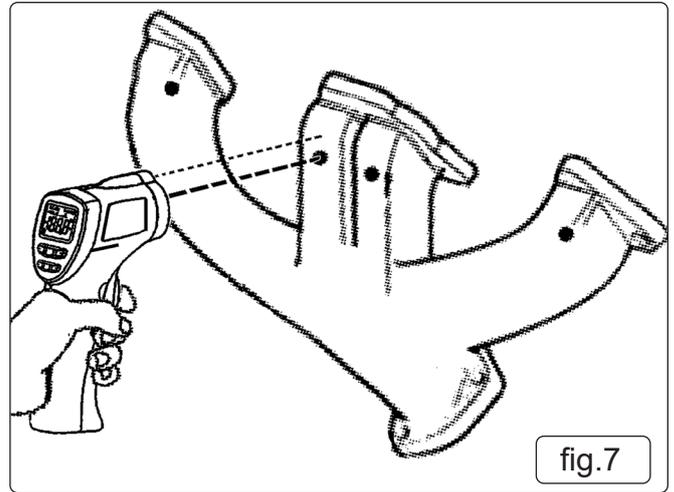

fig.7
6.5. MISFIRING CYLINDER (FIG.7)